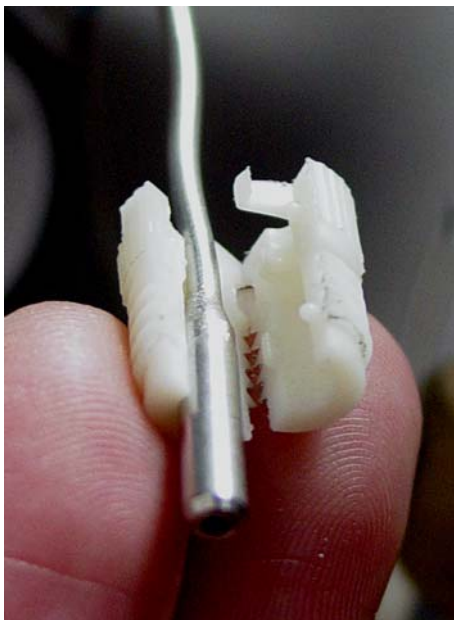

图 75 连接接头
- 14** 按图 75 所示，把新的 O 形圈（部件号 0905-1493）和塑料接头连接到分流放空管。